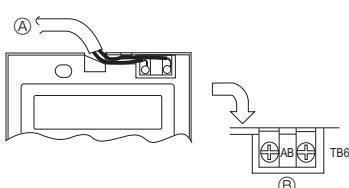

Fig. 6-4
⑥ Τοίχος
⑦ Αγώνας
⑧ Πλευρικό ασφάλισης
⑨ Δακτύλιος
⑩ Κιβώτιο διακοπών
⑪ Καλώδιο τηλεχειριστηρίου
⑫ Καλύψτε με στόκο
⑬ Ξυλόβιδα
2) Τρόπος σύνδεσης (Fig. 6-4)
① Συνδέστε το καλώδιο του τηλεχειριστηρίου στην πλακέτα ακροδεκτών.
② Στο TB5 στην εσωτερική μονάδα
③ Στο TB6 (Μη πολικότητα)